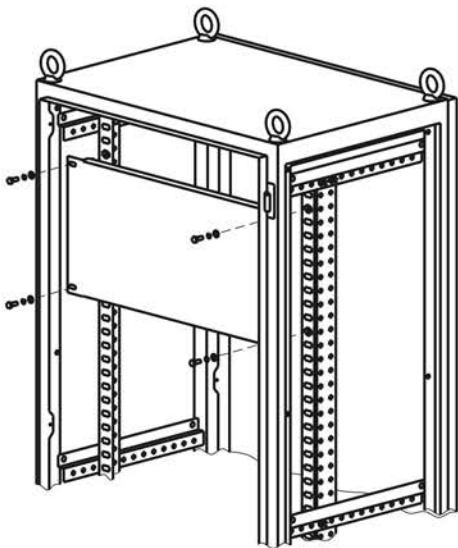

Рисунок 6
4.5.1 Закрепите уголки вертикальные в соответствии с 4.3, установите гайки кузовные М6 в передние прямоугольные отверстия уголков вертикальных в количестве и в местах, соответствующих расположению монтажной панели (рисунок 6).
4.5.2 Приложите монтажную панель к уголкам вертикальным и закрепите болтами М6×16 с шайбой и шайбой пружинной (рисунок 6). Момент затяжки – 5 Н·м.